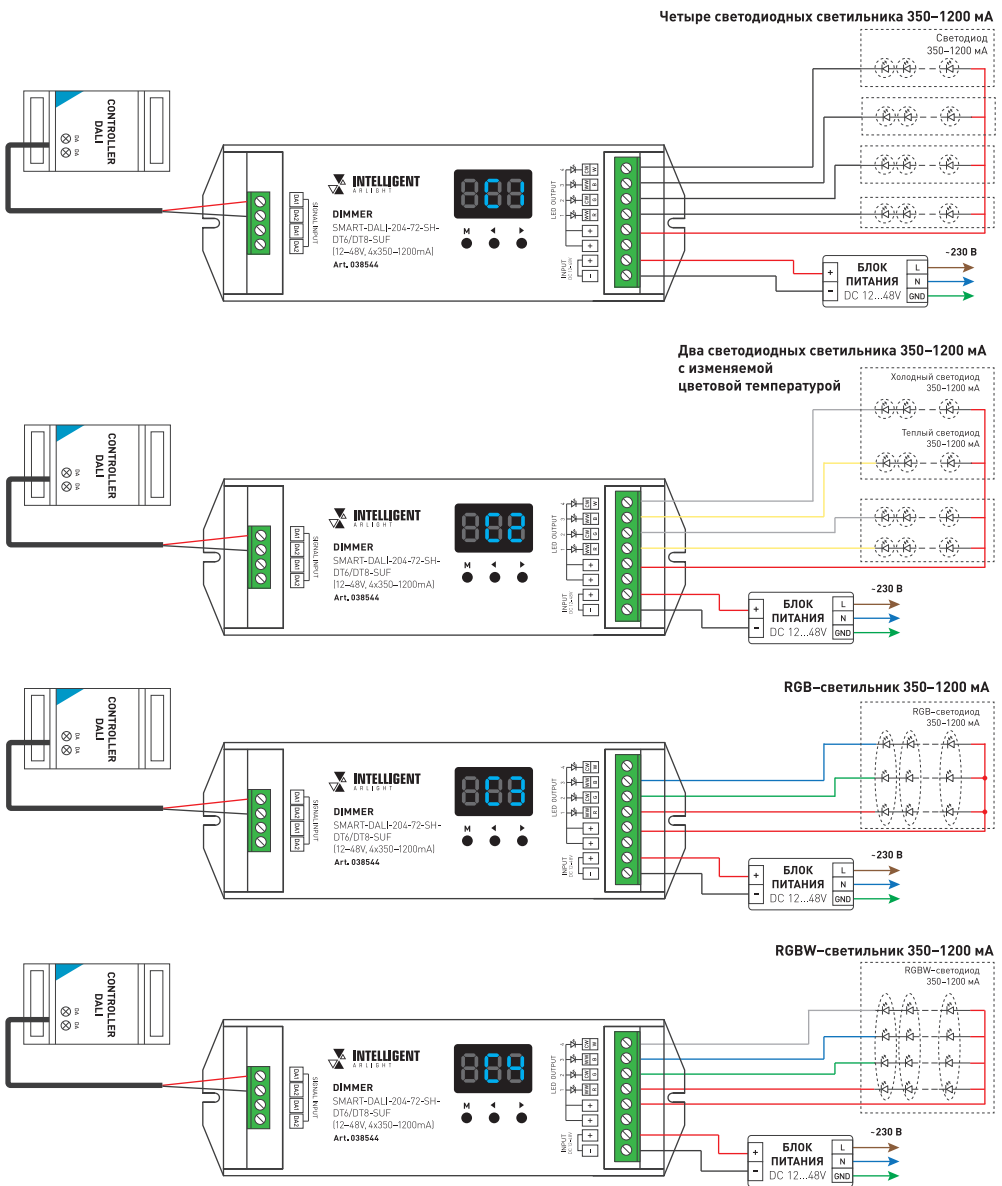

Рис.1. Пример схемы подключения диммера к светильникам (светодиодным модулям)
- 3.3. Подключите диммер согласно схеме на рис. 1.